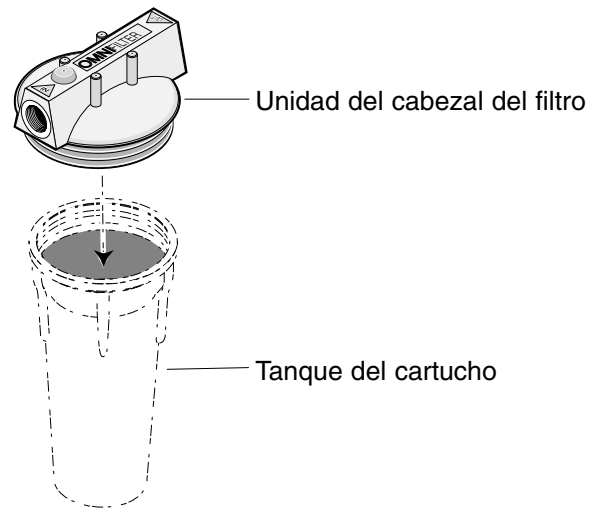

Figura 2
1. Separe la unidad del cabezal del tanque del cartucho y coloque el tanque a un lado. Consulte la Figura 2.